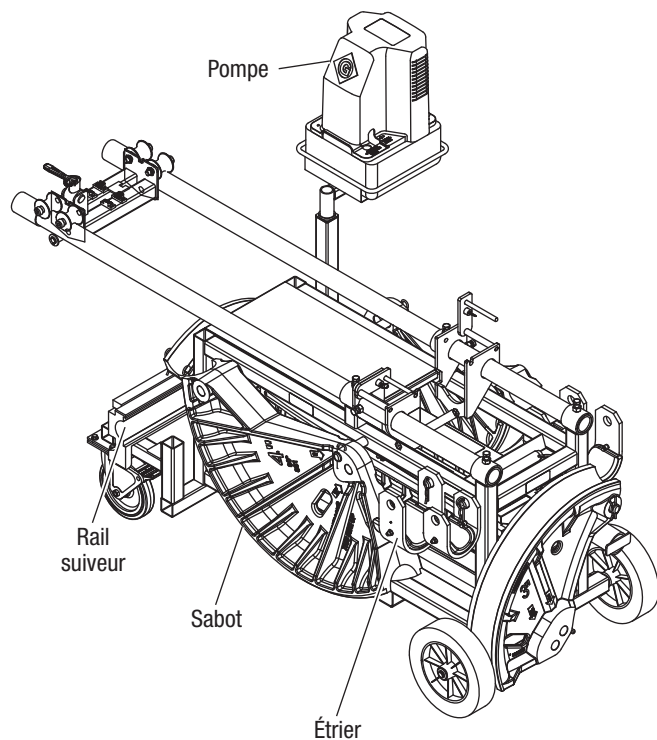

Figure 1
1. Mettre les sabots, les rails suiveurs, les étriers et la pompe en place comme indiqué aux Fig. 1 et 2.